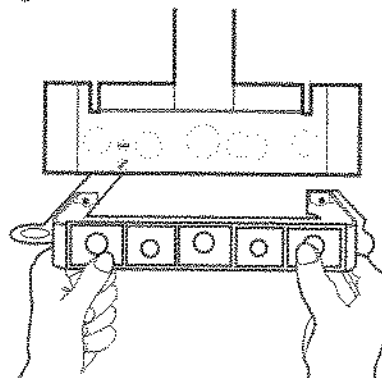

Fig.11
- Monter le gabarit de pose plastique (fig.11) sur le support de montage à l'aide des 4 vis de fixation,